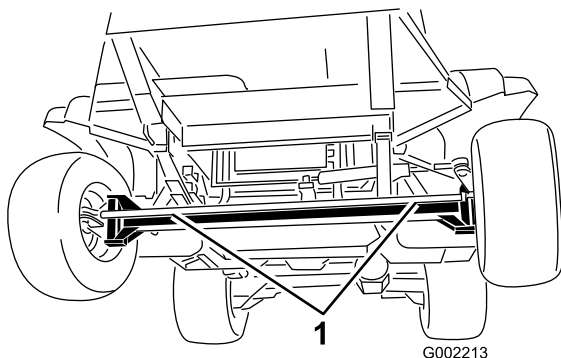
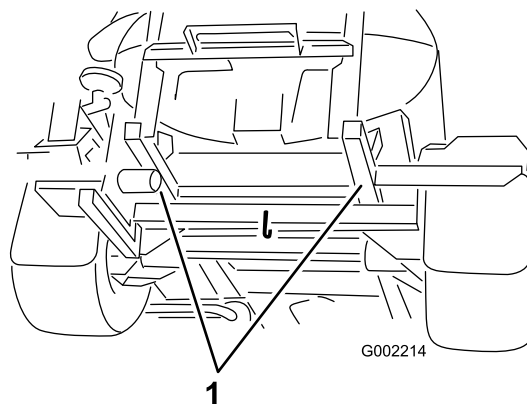

Figura 49
Figura 50
4. Conecte un cable de remolque al bastidor; consulte los puntos de remolcado delanteros y traseros (Figura 49 y Figura 50).